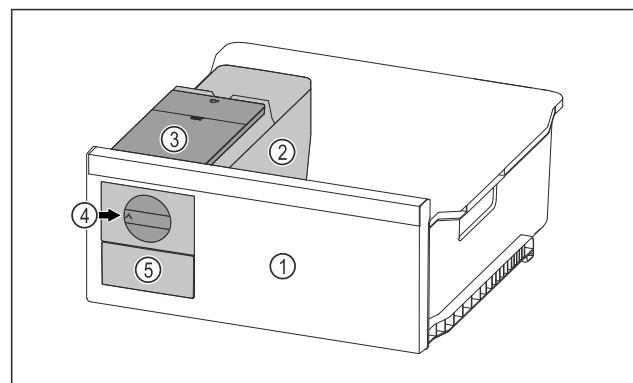

Fig. 41 Immagine a titolo di esempio
- Ruotare la manopola Fig. 41 (4) verso destra finché non si arresta.
- I cubetti di ghiaccio cadono dalla ciotola dei cubetti di ghiaccio nel cassetto dei cubetti di ghiaccio Fig. 41 (5). Se non tutti i cubetti di ghiaccio fuoriescono dalla ciotola dei cubetti di ghiaccio: